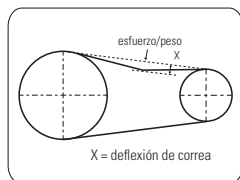

FIGURA 9.4
(6) Para verificarla retire el protector de correa. Tras la inspección, coloque el protector fijando los tornillos (Figura 9.4 y 9.5). Cuando sea necesario reemplace las correas.
(7) Verifique el tempo de llenado del depósito. Si es superior al 20% conforme indicado en la Ficha CARACTERISTICAS TECNICAS efectúe el reemplazo de los anillos.
(8) Reajuste los tornillos de la unidad compresora utilizando un torquímetro y para las tuercas y conexiones una llave fija manual, de acuerdo con la tabla de torque indicada en el final del manual.
(9) Compresores CSV 15, CSV 20 y CSV 40: si está obstruido, límpielo con un chorro de aire o reemplácelo si está averiado.